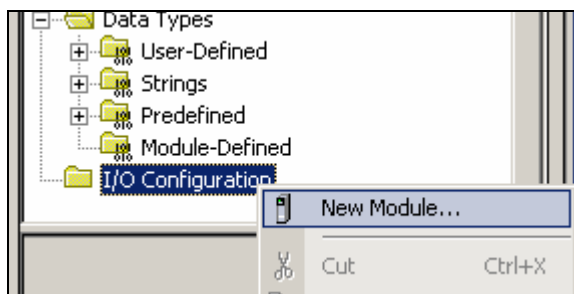

图 3-45 添加新模块
30. 在 RSLogix5000 的 I/O 组态中添加 1756-DNB 模块。鼠标右键单击 I/O 组态，并选择 New Module（新模块），如图 3-45 所示。